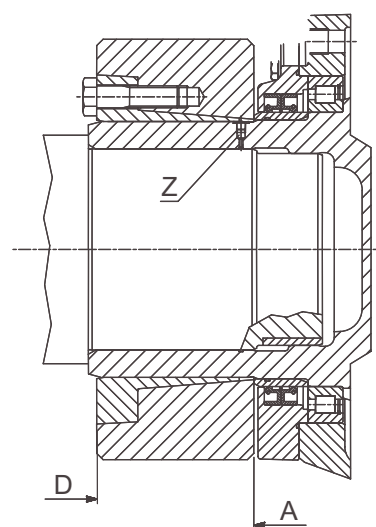

Fig. 2
- Volver a colocar el tapón "Z" (fig. 2) y posicionar el empalme (fig. 2, A).
- Es posible comprobar a simple vista que el montaje ha quedado terminado correctamente: las superficies frontales del anillo interno y externo deben quedar sobre el mismo plano (fig. 2, D).
- Antes de reinstalar un empalme regenerado hay volver a lubricar las zonas “C” (fig. 2).